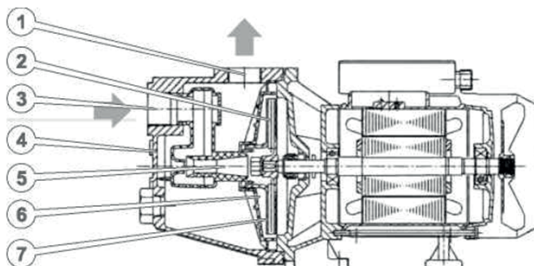

Рисунок 2. Схема конструкції насосів поверхневих групи моделей «J**», «**JW**» та «**JS**» (фронтальний перетин).**
1.1 Будова та особливості конструкції насосів групи моделей «**J**», «**JW**», «**JS**» (рис. 2, 3, 4, 5).